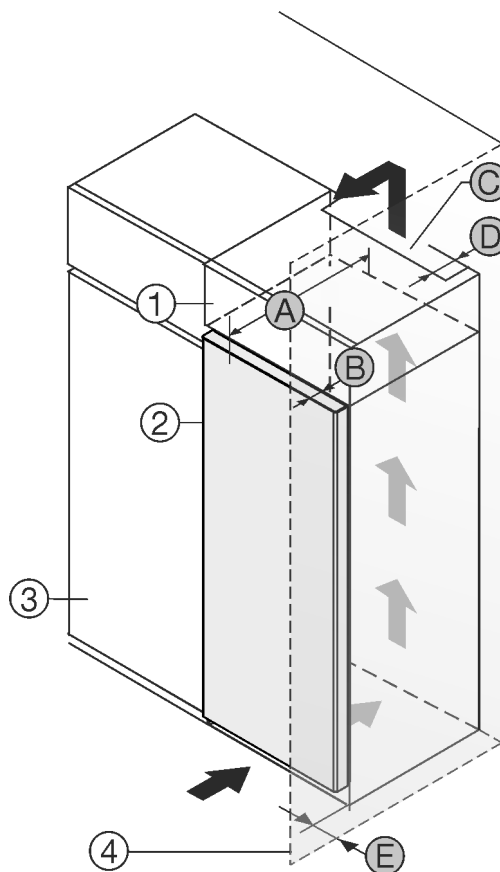

Fig. 1
Ви можете встановити пристрій безпосередньо поряд із кухонною шафою Fig. 1 (3)*
Зі зворотного боку шафи для встановлення на пристрій слід передбачити вентиляційну шафу завглибшки Fig. 1 (D) на всю ширину цієї шафи.*
Слід дотримуватись вентиляційного отвору Fig. 1 (C) в стелі приміщення.*
Якщо пристрій із шарнірами встановлюється поряд зі стіною Fig. 1 (4), відстань між пристроєм і стіною повинна бути не менше 13 мм.*
Якщо пристрій із шарнірами встановлюється поряд зі стіною Fig. 1 (4), відстань між пристроєм і стіною повинна бути не менше 20 мм.*
Щоб мати можливість повністю відкривати дверцята, потрібно, щоб пристрій виступав на відстань глибини дверцят Fig. 1 (B) відносно передньої панелі кухонної шафи. Залежно від глибини кухонних шаф Fig. 1 (3) та використання пристінних розпірок пристрій може ще більше виступати вперед.*